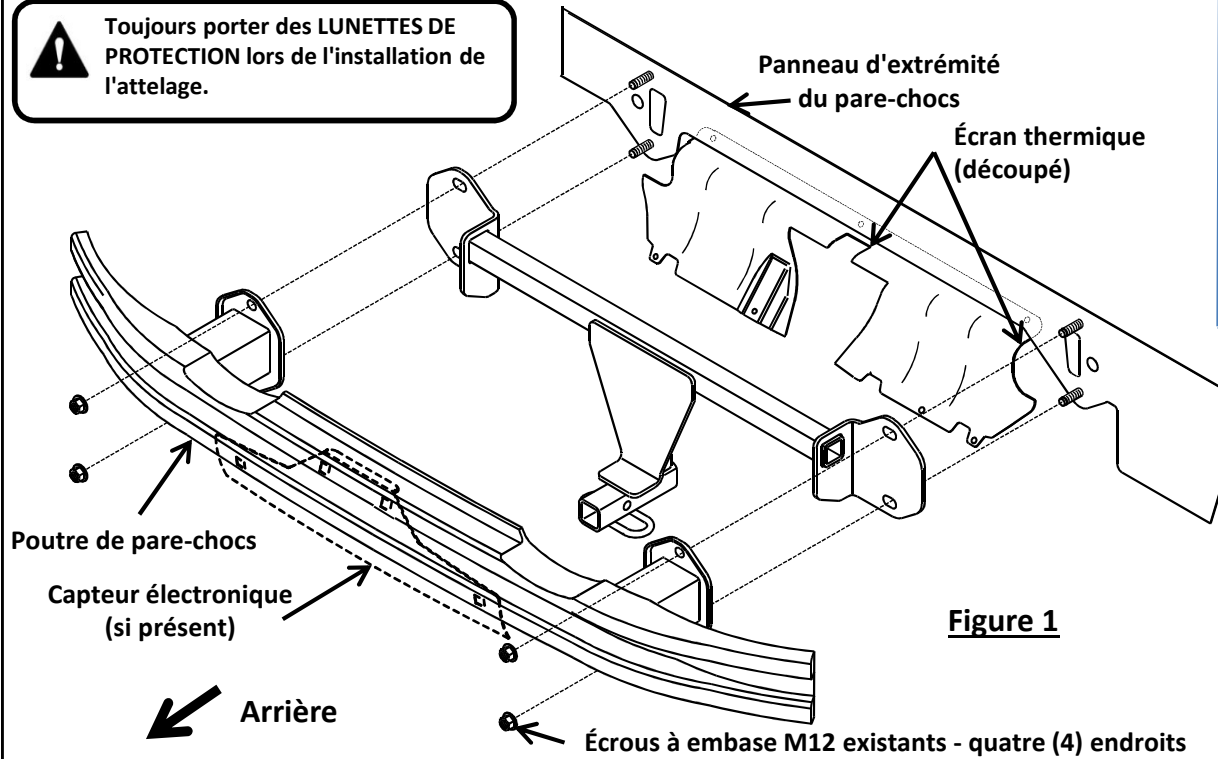
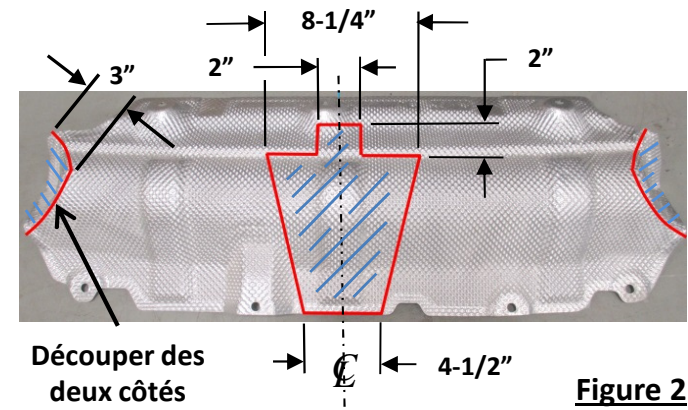

Figure 1
Figure 2
- Enlever les feux arrière** – Ouvrir le coffre. À l'aide d'un tournevis à lame plate, retirer une (1) vis en plastique de chaque panneau recouvrant la quincaillerie de montage des feux arrière. À l'aide d'une douille 10 mm, retirer deux (2) écrous hexagonaux des feux arrière et tirer ces derniers avec précaution vers l'arrière. Débrancher le câblage des feux arrière.
- Enlever le carénage** - À l'aide d'une douille 8 mm, retirer deux (2) vis du passage de roue, des deux côtés.
- À l'aide d'un embout Torx T15, retirer une (1) vis située verticalement dans la partie supérieure du passage de roue (deux côtés), et trois (3) vis derrière le carénage.
- À l'aide d'une douille 10 mm, retirer deux (2) vis dans le haut du carénage près du coffre, une (1) par côté.
- Débrancher le capteur arrière (si présent)** – Sur certains modèles, débrancher le faisceau de fils du capteur arrière ou enlever temporairement le capteur de la poutre de pare-chocs. Voir la Figure 1.
- Enlever la poutre de pare-chocs** – À l'aide d'une douille profonde 18 mm avec rallonge de 6 po, retirer quatre (6) écrous hexagonaux qui fixent la poutre au panneau d'extrémité. Voir la Figure 1.
- Enlever l'écran thermique** – À l'aide d'une douille 8 mm, retirer quatre (4) vis, et avec une douille 10 mm, retirer trois (3) écrous hexagonaux de l'écran thermique arrière.
- Découper l'écran thermique** – À l'aide d'un ruban à mesurer, d'un marqueur et d'une cisaille, marquer et découper l'écran thermique arrière comme illustré à la figure 2.
- Installation de l'attelage** – Soulever l'attelage et la poutre de pare-chocs en position en alignant les trous sur les goujons du panneau d'extrémité. Intercaler l'attelage entre la poutre et le panneau d'extrémité. Voir la Figure 1.
- Reposer la visserie** - Reposer lâchement les quatre (4) écrous à embase M12 existants sur les goujons, deux (2) par côté.
- Réinstaller le carénage et les feux arrière** – Réinstaller le carénage, les feux arrière et deux (2) panneaux en plastique près du coffre.
- Réinstaller deux (2) panneaux de soubassement en plastique** – Réinstaller les deux (2) panneaux de soubassement en plastique et reposer les agrafes de câble sur le panneau côté conducteur.
7. Découper l'écran thermique – À l'aide d'un ruban à mesurer, d'un marqueur et d'une cisaille, marquer et découper l'écran thermique arrière comme illustré à la figure 2.